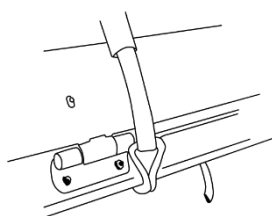

図1
- ① 末端金具（Jフック、オープンフック）を、指定の位置にかけて下さい（図1参照）。